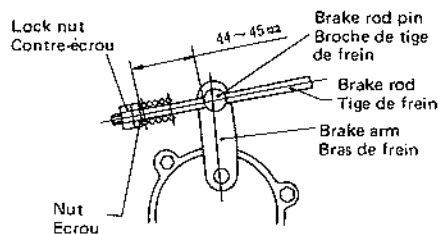

Fig. 6-3
- (1) Maintenir l'embrayage principal à la position débrayée (DISENGAGED). (Après réglage de la tige d'embrayage principal, comme mentionné sous 6-3)
- (2) Desserrer le double écrou de la tige de frein de sorte que le jeu entre la broche de la tige de frein et l'écrou soit de 44 à 45 mm, comme illustré sur la Fig. 6-3; serrer alors le contre-écrou pour maintenir ce jeu.
- (3) Actionner l'embrayage principal et s'assurer que la pièce de réglage du frein ne touche nulle part.
- (4) S'assurer du débrayage et que le frein ne fonctionne pas quand le levier d'embrayage principal est placé à la position de débrayage (DISENGAGED). S'assurer également que le frein fonctionne quand l'embrayage principal est placé à la position "frein" (BRAKE). (Voir Fig. 6-3)